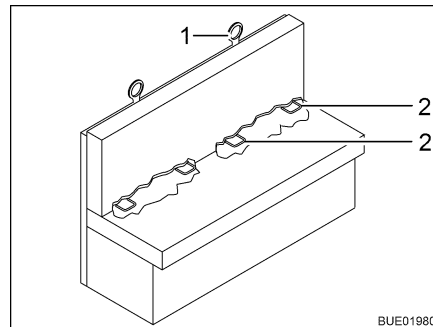

Fig. 24 Blocco di sicurezza per bambini Isofix
Se il veicolo è dotato del blocco di sicurezza per bambini Isofix, i sedili del veicolo idonei per il suo montaggio sono identificati con un simbolo Isofix. Questi sedili del veicolo dispongono di staffe di supporto (Fig. 24,2) e di un punto di ancoraggio in alto sullo schienale del sedile (Top Tether) (Fig. 24,1). Utilizzare seggiolini per bambini idonei per Isofix. I seggiolini per bambini sono provvisti di braccetti di ritenuta da far scattare nelle staffe di supporto del sedile del veicolo.
- Se possibile, fissare il seggiolino per bambini anche al Top Tether (Fig. 24,1).